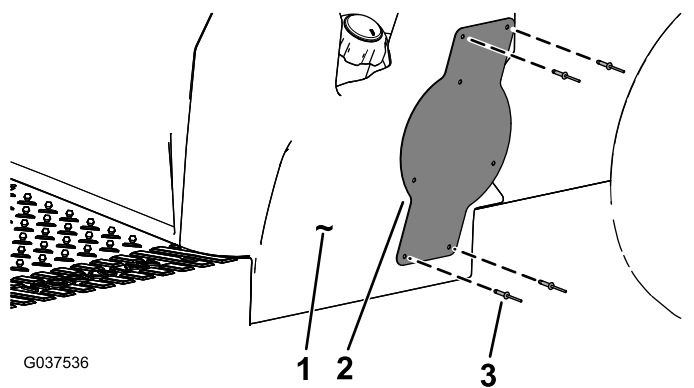

**Figura 10**
1. Pe partea stângă a utilajului, măsurai 51 mm din partea inferioară, în partea stângă a bazei scaunului, i marcai acest loc (Figura 10).
2. Măsurai 57 mm direct deasupra locului i marcai acest loc (Figura 10).
3. Măsurai 83 mm din stânga locului marcat la pasul 2, i marcai acest loc (Figura 10).
4. Măsurai 80 mm din stânga locului marcat la pasul 3, apoi măsurai 299 mm direct deasupra acestui loc, i marcai acest loc (Figura 10).
5. Măsurai 83 mm din dreapta locului marcat la pasul 4, i marcai acest loc (Figura 10).
6. Realizai un orificiu de 5 mm la fiecare dintre cele 4 locuri marcate (Figura 10).